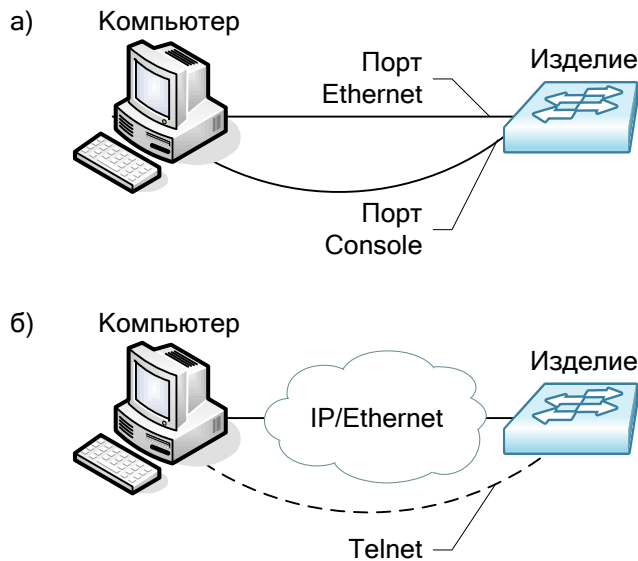

Рис. 21 – Примеры подключения изделия для сохранения и загрузки конфигурации или обновления программного обеспечения
2. Подключите один из портов изделия к сети. Примеры подключения показаны на Рис. 21:
2. Подключите один из портов устройства к сети. Примеры подключения показаны на Рис. 21;
1. Подключите компьютер, содержащий файлы программного обеспечения, к коммутатору как показано на Рис. 21;